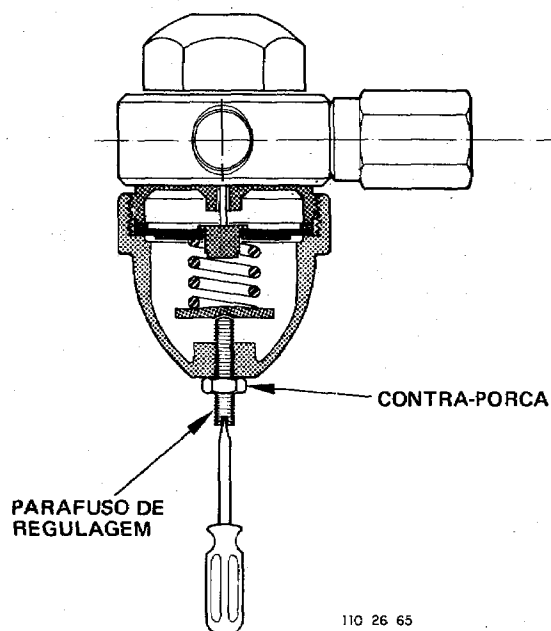

Figura 6-6. Regulagem da Válvula Reguladora de Pressão
8. Ligue a fonte pneumática e verifique, no manômetro, se a unidade está regulada a  $18 \pm 1$  psi; se necessário, regule a válvula, afrouxando a contraporca e girando o parafuso de regulagem (veja a figura 6-6). Após obtida a pressão de saída correta, aperte a contraporca, verifique se não houve alteração na pressão e lacre a regulagem.